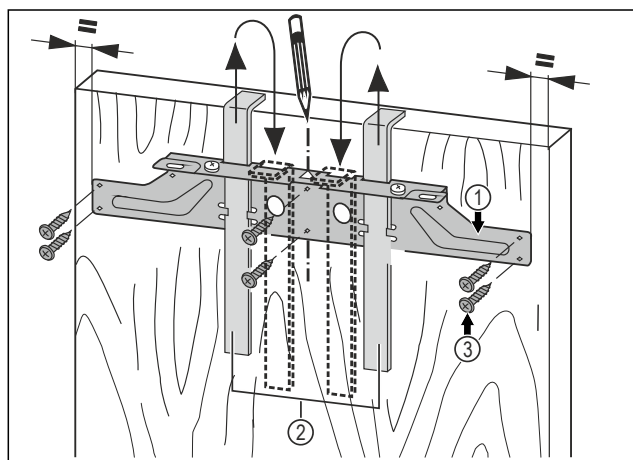

Fig. 42
- Varni traversën e mbërthimit Fig. 42 (1) me ndihmëse e montimit Fig. 42 (2) mbi anën e brendshme të derës së mobilies.
- Niveloni traversën e mbërthimit Fig. 42 (1) në mes të derës.
- Mbërtheni traversën e mbërthimit Fig. 42 (1) me të paktën 6 vida Fig. 42 (3).
- Mbërtheni traversën e mbërthimit Fig. 42 (1) me 4 vida Fig. 42 (3) në anë.
- Nxirrni jashtë ndihmëset e montimit Fig. 42 (2) nga lart dhe futini të rrotulluara në vrimat e futjes që gjenden anash.